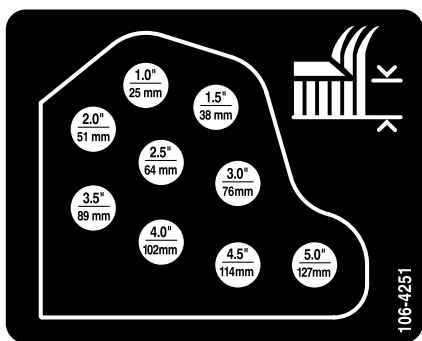

Figura 20
10. Monte las cadenas de altura de corte en el taladro de altura de corte deseado con el pasador y el pasador de horquilla (Figura 20).